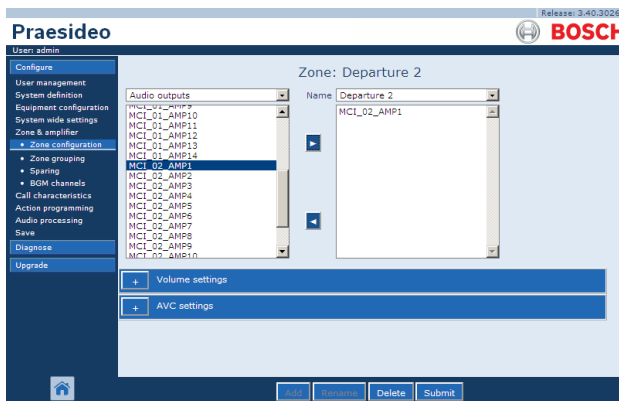

Abbildung 45.5: Neue Zone erstellen, Schritt 5
- 5 Wählen Sie den ausgewählten Ausgang per Doppelklick oder klicken Sie auf die Schaltfläche *>*, um der Zone den Ausgang hinzuzufügen (siehe Abbildung 45.5).